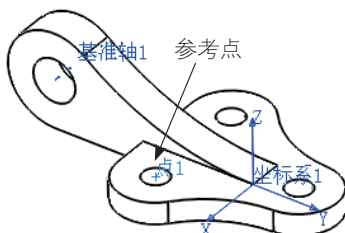

图1-75 完成参考点的创建
- 03_ 再单击【点】属性面板中的【确定】按钮, 程序自动完成参考点的创建, 如图1-75所示。